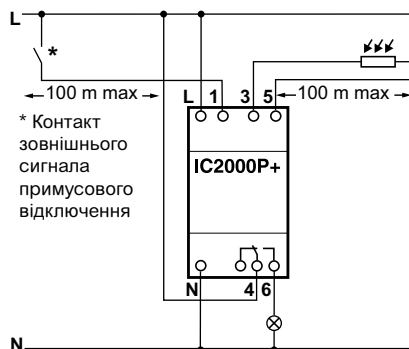

Рис. 2.
- Зажививши клему 1 реле IC 2000P+ вихід примусово перейде в стан "On". Живлення даної клеми має пріоритетність над ручним увімкненням/вимкненням. (див. Рис. 2, 3).